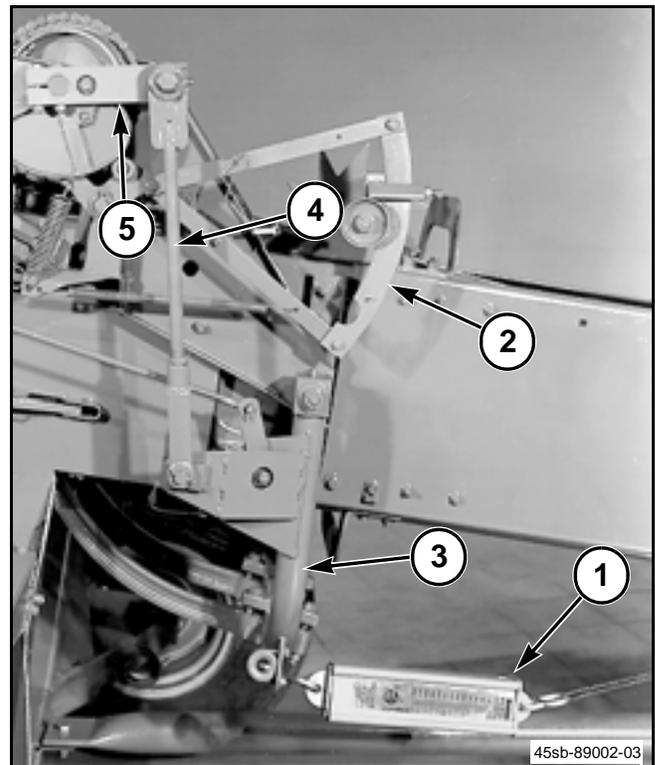

FIG. 48
FIG. 48: Use una báscula de resorte (1) para ajustar el freno del anudador. Accione el brazo de desplazamiento del anudador (2) y posicione el portador de agujas (3) para que la varilla accionadora del portador de agujas (4) quede en ángulo recto (90 grados) con el brazo de mando de las agujas (5). Conecte una báscula de resorte a la guía de cordel en el lado inferior del portador de agujas. Si los resortes del freno tienen el ajuste correcto, el portador de agujas empezará a moverse cuando se aplique una fuerza de 11.3 a 13.6 kg (25 a 30 lb) en la guía del cordel. Si la tensión no está ajustada correctamente, ajuste la tensión en los resortes de la zapata del freno.